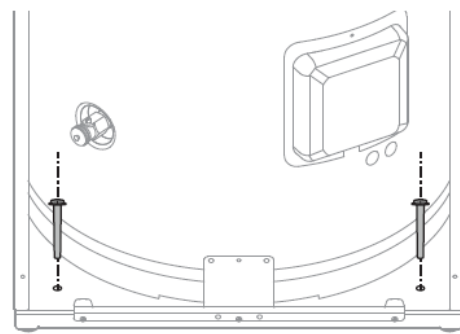

fig. 22 - Fixarea pe pardoseala
- Fixati modulul hidraulic la sol (accesoriu care nu este furnizat) (fig. 22).